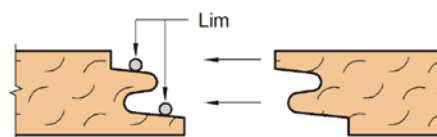

Fig. 3
- Mellom platene og gulvbjelker eller tilfarere brukes et monteringslim, og alle plateskjøter limes med to limstrenger som illustrert i fig. 3.